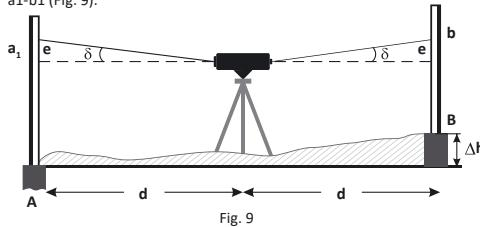

Fig. 9
a) Installez deux rails A et B à une distance de 50 m l'un de l'autre. Installez l'appareil au milieu entre eux. Mettez le dispositif à niveau et lisez respectivement les portées A et B. L'excédent entre eux est  $d = a_1 - b_1$  (Fig. 9).